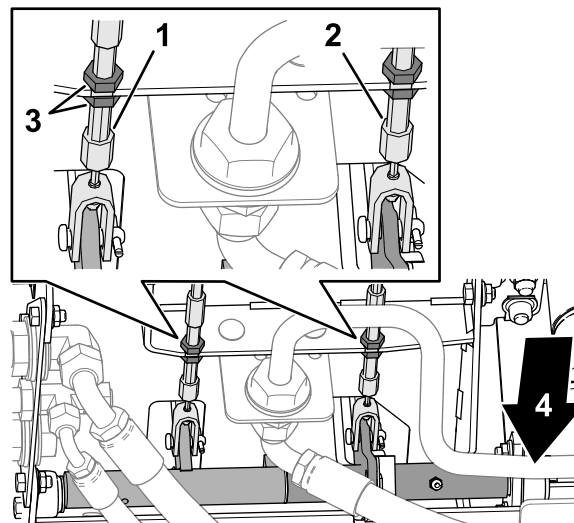

Figure 103
3. Desserrez l'écrou de blocage avant sur l'extrémité fileté du câble de frein (Figure 103).